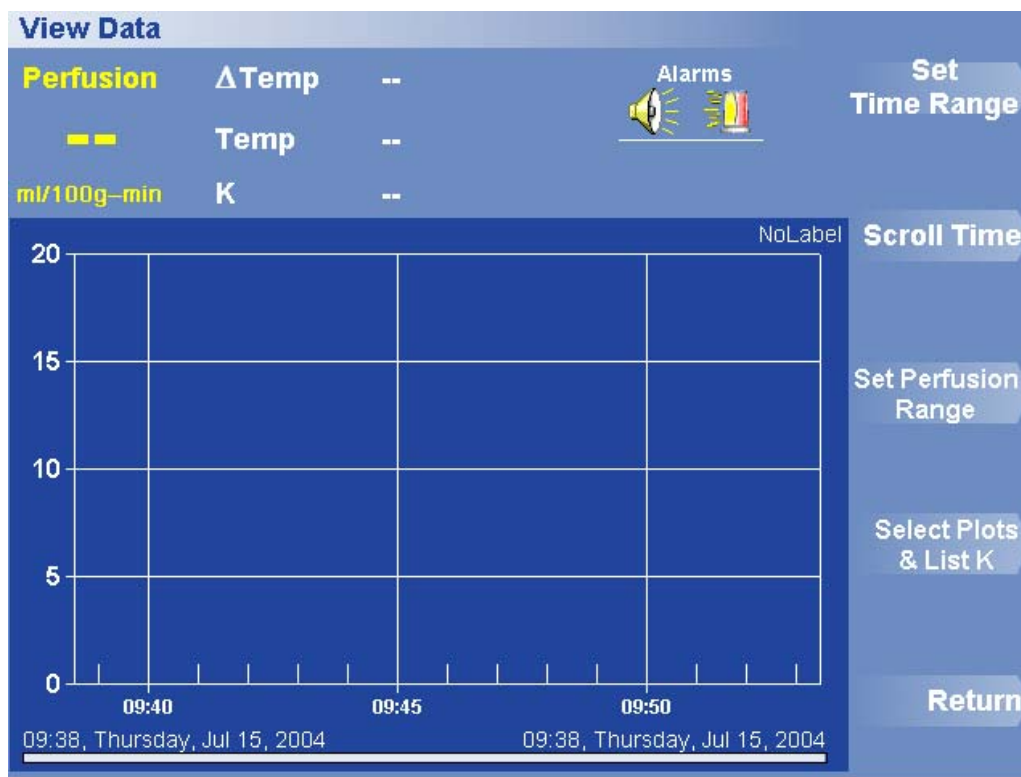

Figura 32. Menu Ver Dados
1. Prima Opções > View Data (Ver Dados). Abre-se o menu Ver Dados (Figura 32).